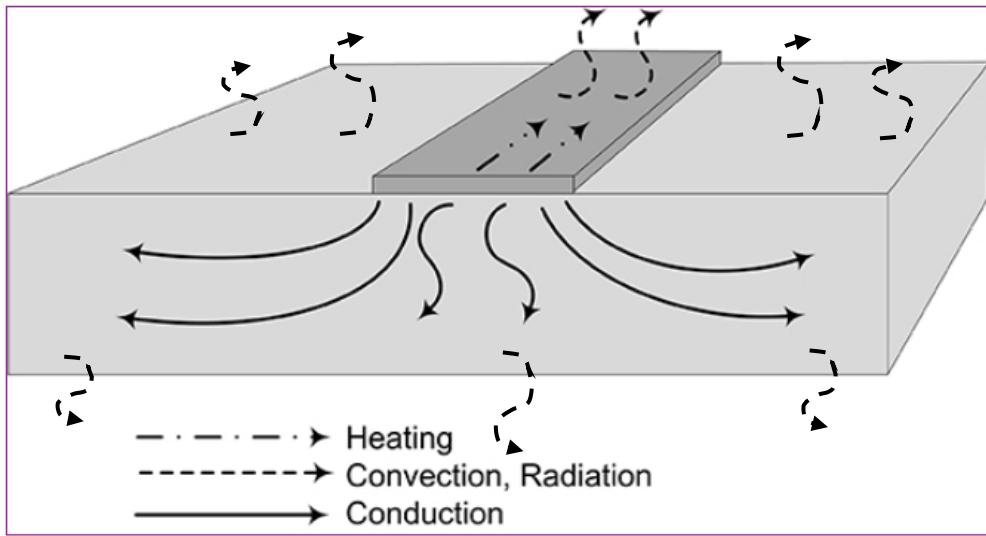

Figure 2: Wärmeabfuhr von einer Leiterbahn [2]
- Wärmespreizung (Wärmeleitung) in der Leiterbahn und innerhalb der Leiterplatte in kühlere Gebiete hinein (Fig. 2)